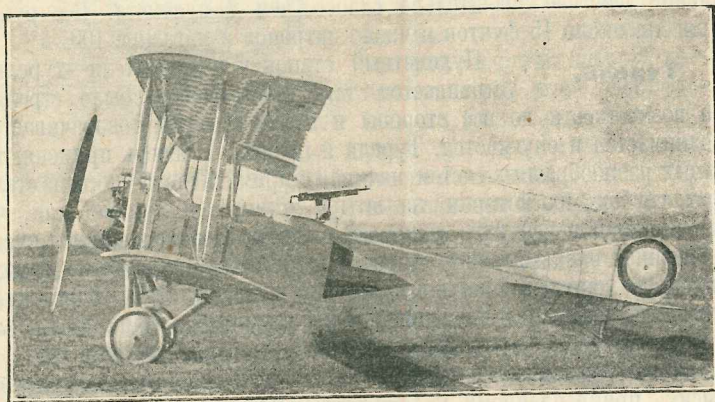

Рис. 1. Самолет 1915 г. „Лебедь XII“, переделанный немецкий „Альбатрос“ с пулеметом Кольта.
Рис. 1. Пассажирский самолет Фоккер F II. Три небольших бортовых прожектора установлены на передней части правого крыла (1), под левой плоскостью и на шасси (2), на шасси видны две ветрянки (3 и 4).
Первые же месяцы мировой войны жестко выявили необходимость вооружения самолетов. Были сконструированы специальные облегченные пулеметы, которыми сперва вооружались двухместные машины, имевшие винт сзади, а потому пулемет спереди у союзников и, наоборот, винт и мотор спереди и пулемет, стреляющий назад, у немцев (рис. 1). У нас первыми, с самого начала войны, вооруженными самолетами, были «Ильи Муромцы». Но необходимость охоты за неприятельскими самолетами побуждала вооружить и легкие, быстроходные одноместные самолеты. Их можно вооружить только установив пулемет неподвижно, стреляющий прямо по линии полета аэроплана с тем, чтобы прицеливание делалось самим же летчиком направляя аэроплан прямо на цель. Но спереди вращается винт и пули, неизбежно будут попадать в него. Сперва делались попытки наложить, в этом месте, на винт, полосу брони, чтобы пули от него рикошетировали, но это, т. к. вращение винта чаще, чем выстрелы из пулемета, приводило к тому, что иногда больше половины пуль расходовалась на беспредельные рикошеты.
Рис. 1. На фотографии ясно видны струи, оставляемые подводными камнями на поверхности воды. Белым кругом помечено место подводной скалы, где еще в XIX в. погиб французский крейсер.